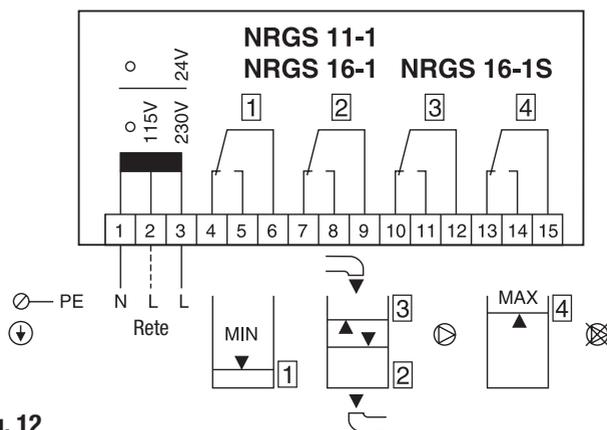

Fig. 12
1. Verificare che la sonda sia collegata in conformità allo schema di **Fig. 12**.